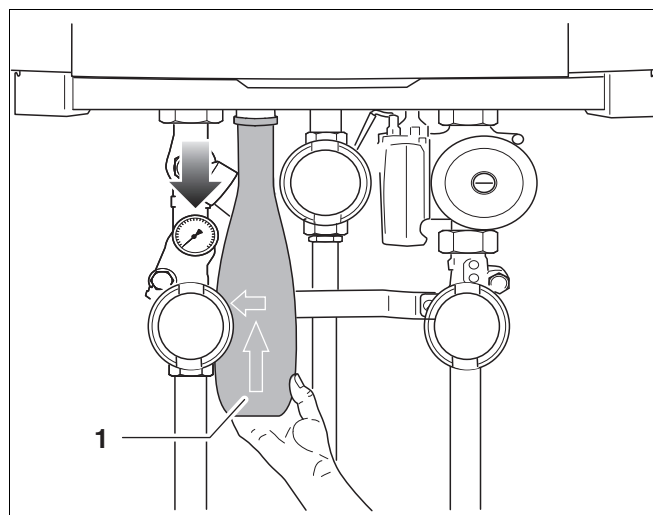

Fig. 109 Afmontering af vandlåsen i tilslutningsgruppen
- Løsn vandlåsen fra koblingen, og tag den ud (fig. 109, pos. 1).